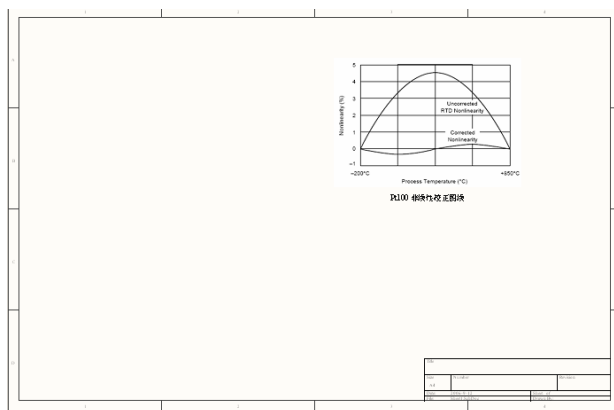

图 3.7 粘贴图形后的原理图
(4) 将鼠标指针移到合适的位置，单击鼠标，即可在该处布置粘贴的图元对象。粘贴图形后的原理图如图 3.7 所示。